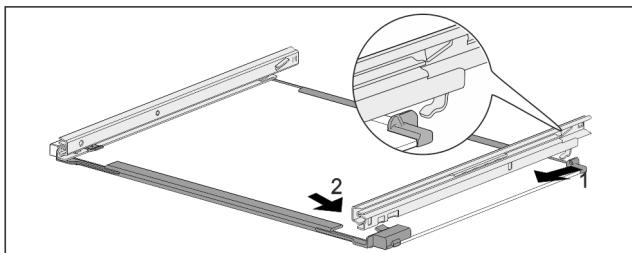

Fig. 206 Стъклена плоча с релси
- Закачете релсата отзад. Fig. 206 (1)
- Фиксирайте релсата отпред. Fig. 206 (2)